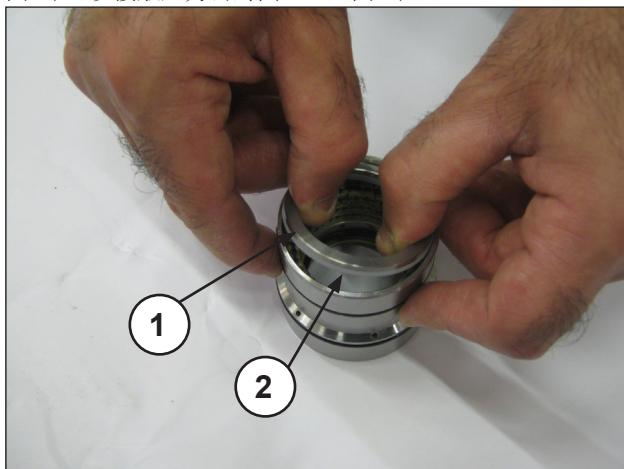
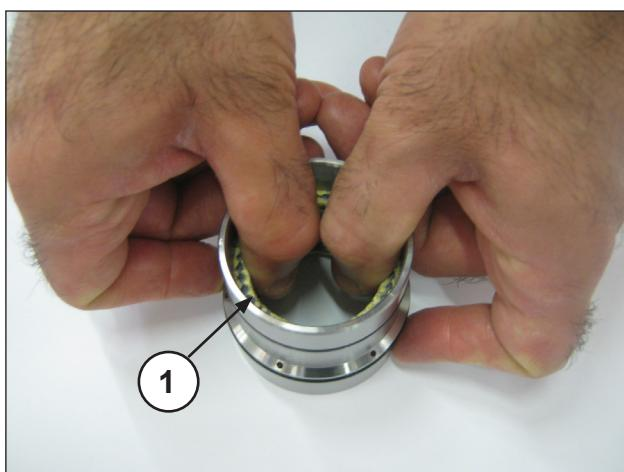

图25
图26
将密封圈底座从缸套分开，取出弹簧环和刮环（①②，图25），以接触压力密封圈（①，图26）。